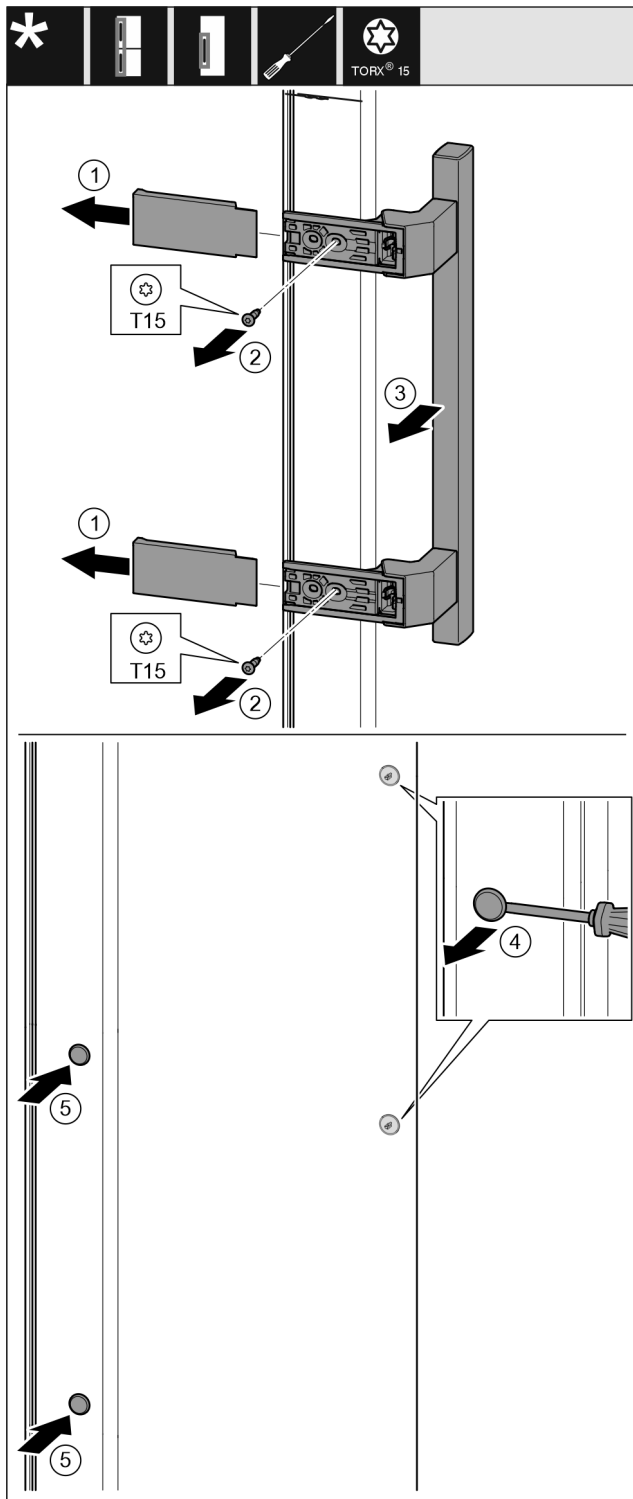

Fig. 10
- ▶ Abdeckung abziehen. Fig. 10 (1)
- ▶ Schrauben mit Schraubendreher Torx 15 herausdrehen. Fig. 10 (2)
- ▶ Griff abnehmen. Fig. 10 (3)
- ▶ Seitlichen Stopfen vorsichtig mit einem Schlitzschraubendreher anheben und herausziehen. Fig. 10 (4)
- ▶ Stopfen auf der anderen Seite wieder einsetzen. Fig. 10 (5)